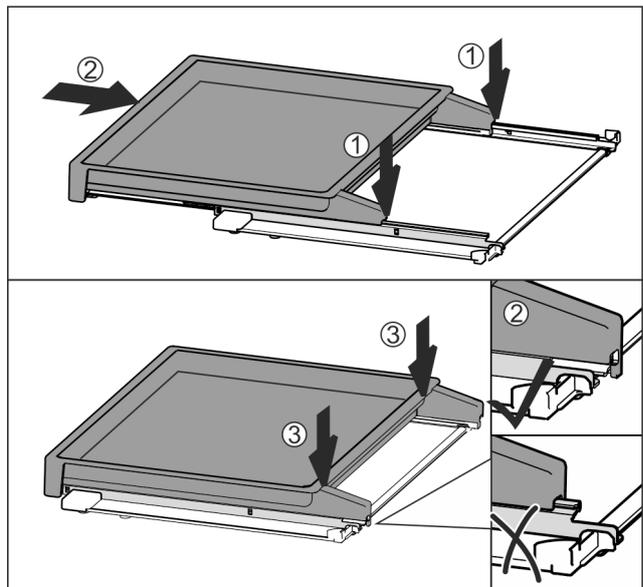

Fig. 134
- ▶ Mittig auf Schienen aufsetzen Fig. 134 (1).
- ▶ Auszugsbord vollständig einschieben Fig. 134 (2).
- ▶ An hinterer Seite drücken bis es hörbar einrastet Fig. 134 (3).